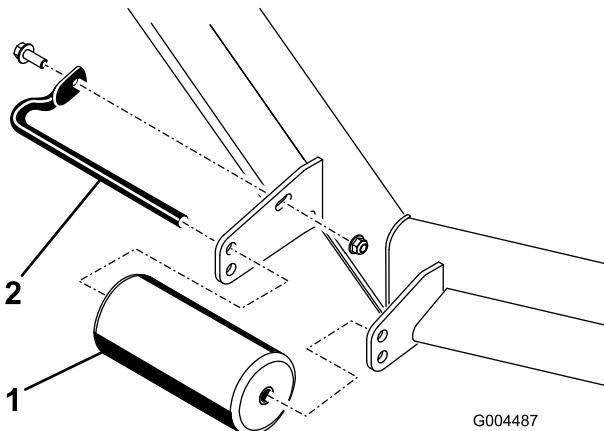
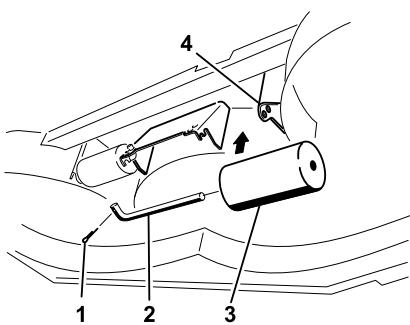

Bild 25
Bild 29
- Nehmen Sie die Befestigungen ab, mit denen jede Rolle am Mähwerk befestigt ist, und schieben Sie die Rollen nach oben oder unten, siehe Bild 25 bis Bild 29 abhängig vom Mähwerk.